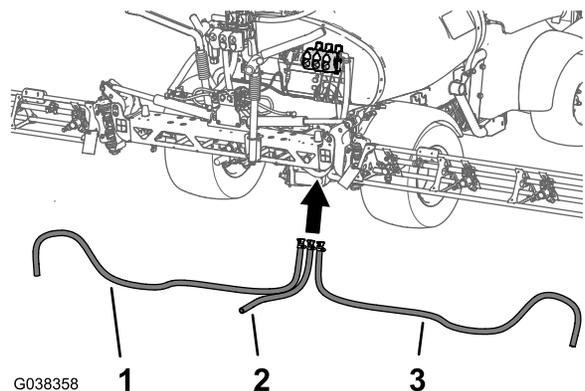

Bild 79
1. Verlegen Sie den linken, mittleren und rechten Auslegerzulaufschlauch zu den Auslegerabschnittventilen, wie in Bild 79 abgebildet.